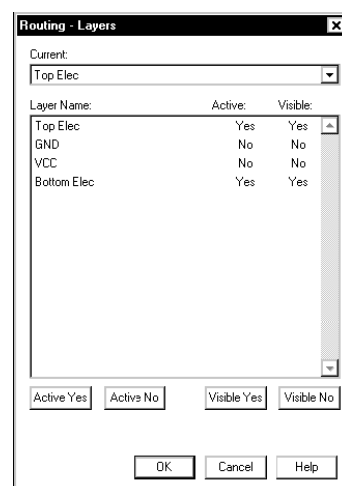

Рис. 8. Настройка активных слоев для трассировки.
15. В появившемся диалоговом окне Routing – Layers (рис. 8) в списке Layer Name выберем слои Top Elec и Bottom Elec и нажмем кнопки Active Yes и Visible Yes.